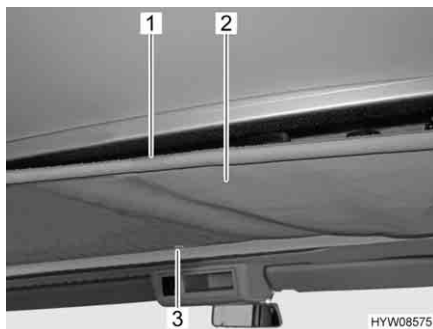

Fig. 21 Copertura
- Sul soffitto della cabina di guida staccare o rimuovere il rivestimento (Fig. 21,2). Questa operazione si può eseguire in tre modi:
- Distacco della chiusura a velcro (Fig. 21,1) dietro
- Distacco dei bottoni automatici (Fig. 21,3) davanti
- Posizionare il rivestimento (Fig. 21,2) nel soffitto del tetto della cabina di guida.